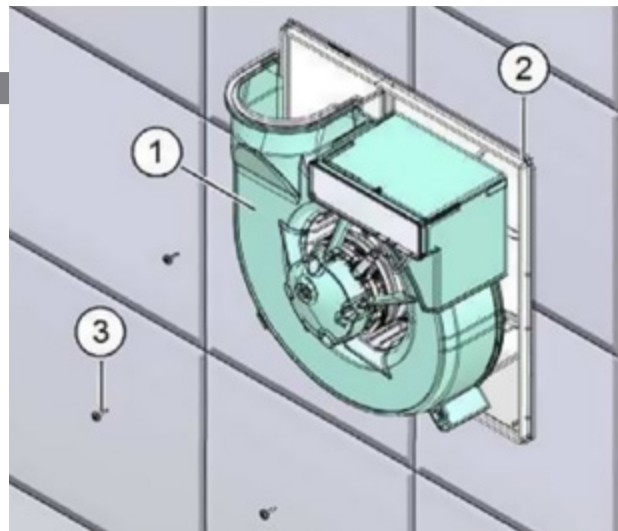

Abb. 7: Lüftermotor einsetzen
- Orientieren Sie den Lüftermotor (Pos. 1 in Abb. 7) so, dass die Ausblasöffnung des Lüftermotors Ausblasöffnung des Gehäuses (Pos. 2 in Abb. 7) übereinstimmt.
- Befestigen Sie den Lüftermotor mit den drei Kreuzschlitzschrauben (Pos. 3 in Abb. 7) 3,5 x 12.